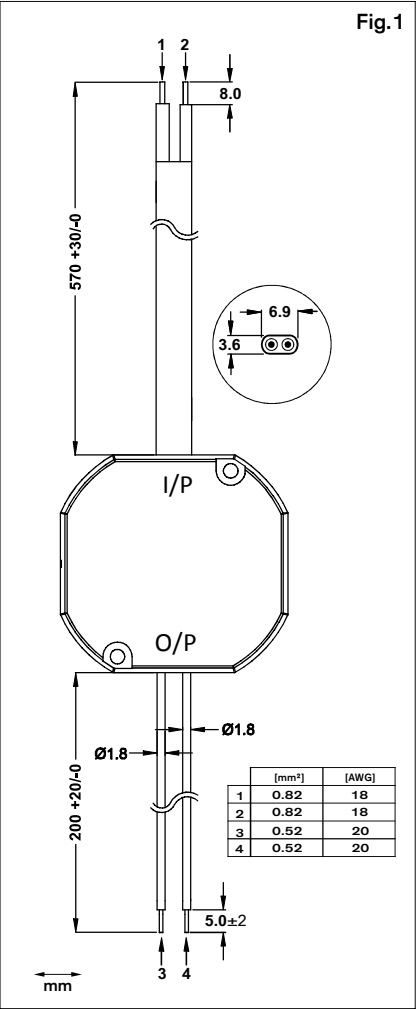

Fig.1
- Funktionsbeschreibung Fig.1**
- Tous les fils d'entrée et de sortie doivent être correctement étanonnés pour le bloc d'alimentation et être branchés à la bonne polarité. Fig.1
- Identification des caractéristiques Fig.1**
- Todos los cables de entrada y salida deben tener valores nominales adecuados para la fuente de alimentación y deben conectarse con la polaridad correcta. Fig.1
Identificación de características Fig.1
- Tutti i cavi in ingresso e in uscita devono essere dimensionati correttamente in relazione all'alimentatore e devono essere collegati con la corretta polarità. Fig.1
Identificazione dei particolari Fig.1
- Все входные и выходные провода должны быть надлежащим образом рассчитаны на работу с блоком питания и должны быть подключены с соблюдением правильной полярности. Fig.1
Описание компонентов Fig.1